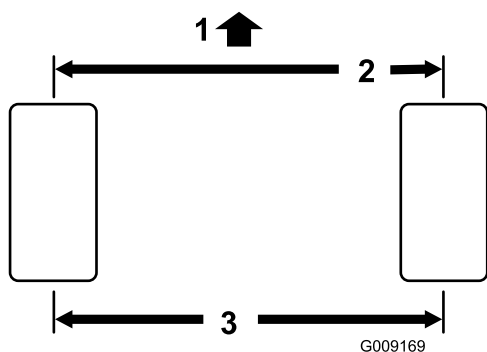

Figura 49
2. Misurate l'interasse (all'altezza dell'assale) sulla parte anteriore e posteriore dei pneumatici di sterzo (Figura 49).